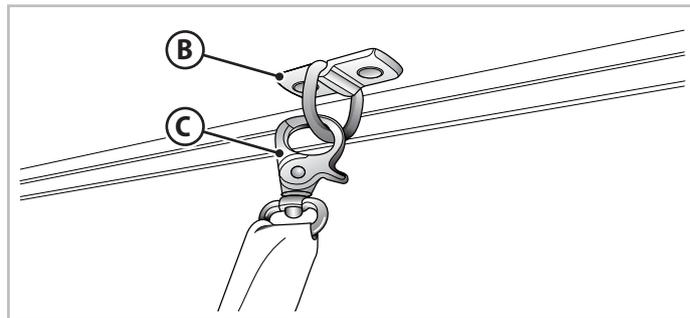
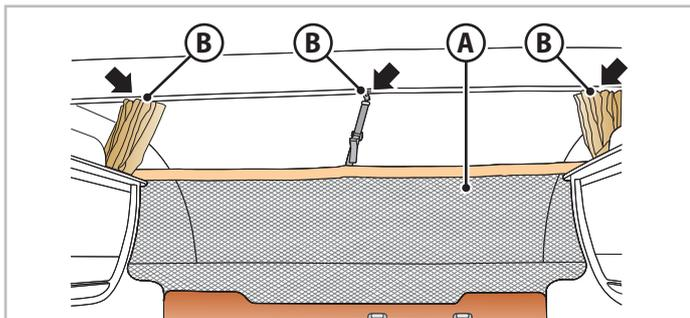

Fig.6.19 - Crochet pour filet de sécurité
Fig.6.18 - Filet de sécurité du lit pavillon
- Fixer le filet de sécurité (A - Fig.6.18) à l'aide des crochets (B - Fig.6.18 et Fig.6.19) dans les anneaux appropriés (C - Fig.6.19).